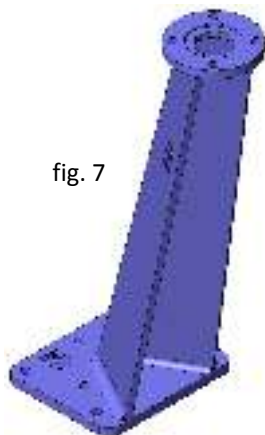

fig. 7
- Columna de maniobra inclinada (fig. 7)